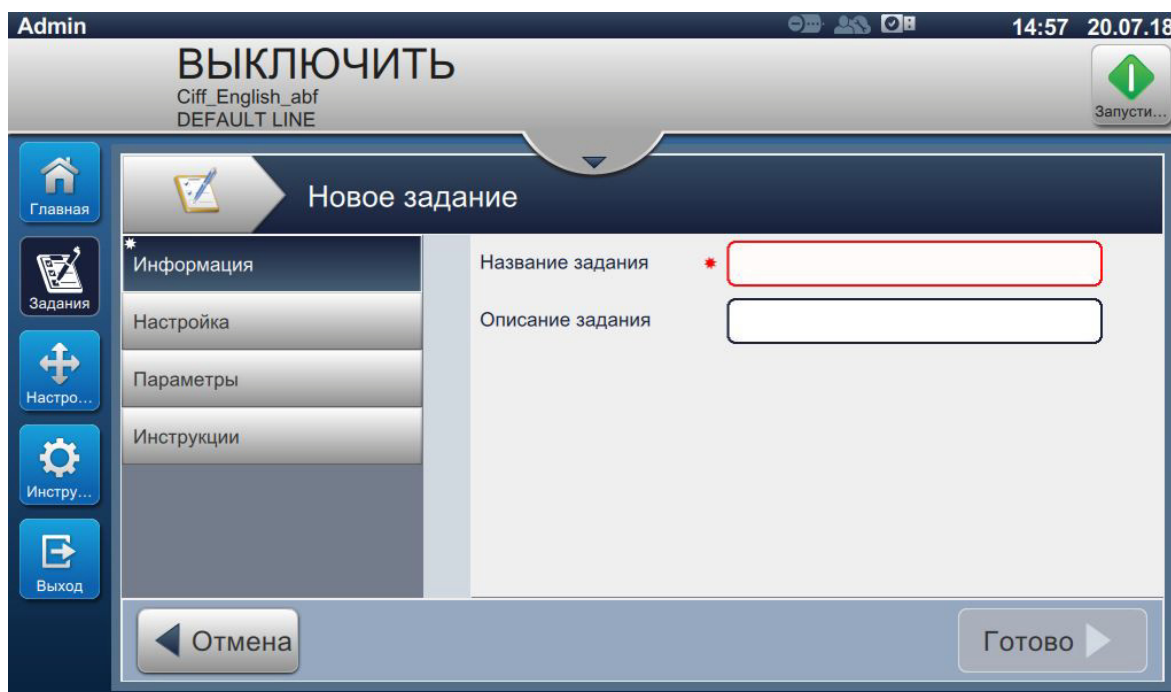

Рис. 5-2: Экран «Информация»
- Нажмите кнопку  , чтобы создать задание. Отобразится экран «Параметры задания», как показано на Рис. 5-2.
На экране «Информация» (Рис. 5-2 на стр. 5-3) можно изменять следующие параметры: